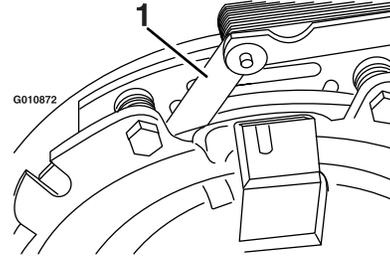
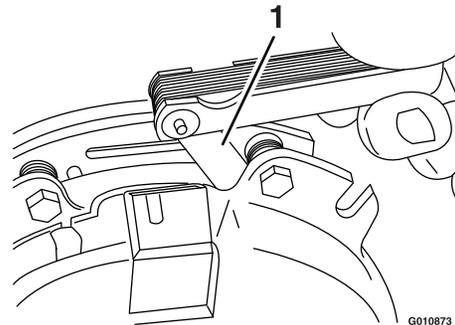

Figura 81
Figura 82
- E. Usando una galga de 0.25 mm (0.01"), compruebe la presencia de un espacio entre el rotor y la cara de la armadura en ambos lados del polo del freno, según se indica en Figura 81 y Figura 82.